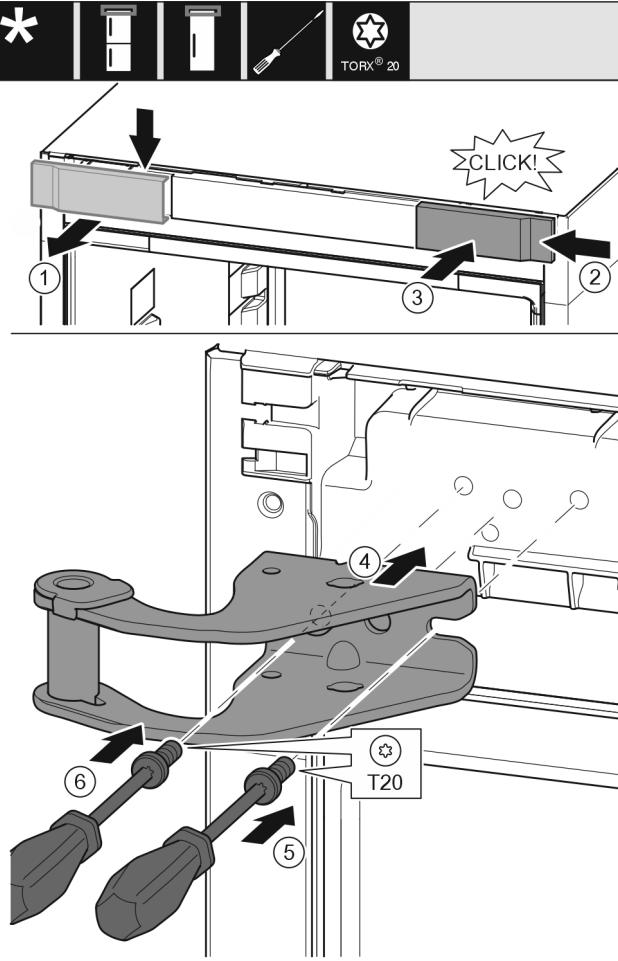

Fig. 15
- 从上方朝前取下盖板。Fig. 15 (1)
- 将盖板旋转180°至另一侧从右边挂上。Fig. 15 (2)
- 卡入盖板。Fig. 15 (3)
- 装上方的托架。Fig. 15 (4)
- 用T20螺丝刀放上并旋紧螺钉。Fig. 15 (5)
- 用T20螺丝刀安装并旋紧螺钉。Fig. 15 (6)